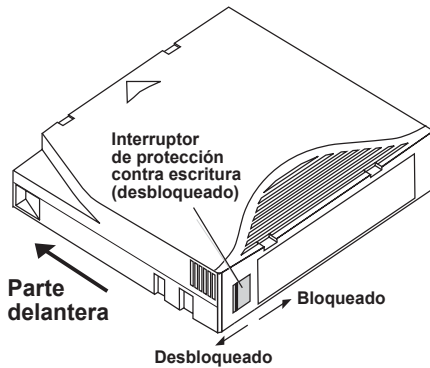

Figura 10. Cartucho Ultrium mostrando el interruptor de protección contra escritura
Los cartuchos Ultrium tienen un interruptor de protección contra escritura cerca de la esquina posterior derecha del cartucho, como se muestra en la figura 10 en la página 28.
- Si desliza el interruptor completamente hacia la esquina (como se muestra en la figura 10 en la página 28), se podrán leer datos del cartucho y escribir en el mismo.